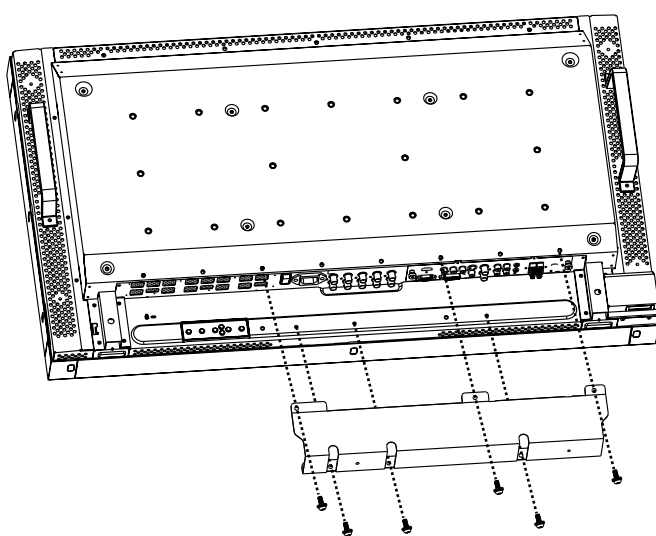

Abbildung 5
- Verwenden Sie die sechs mitgelieferten M4 x 10-Schrauben, um die Kabelabdeckung anzubringen (Abbildung 5).